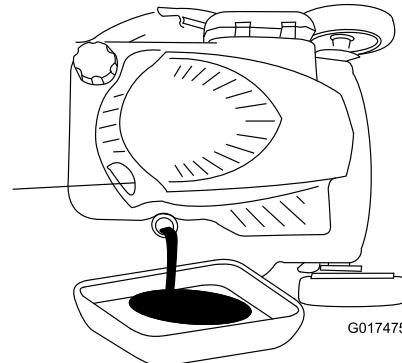

Figura 21
3. Coloque la máquina de lado con la varilla de aceite hacia abajo para drenar el aceite usado a través del tubo de llenado de aceite (Figura 21).